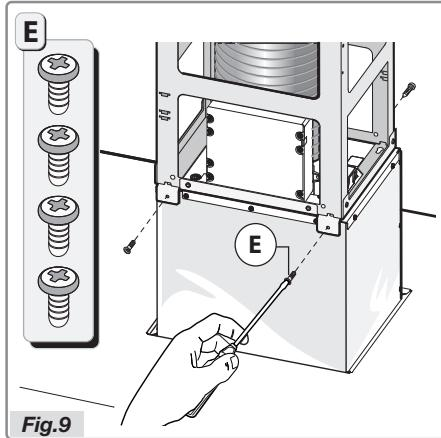

Fig.9
- Fixez le dispositif **C** sur le boîtier du moteur à l'aide des 4 vis **E** (Fig.9).